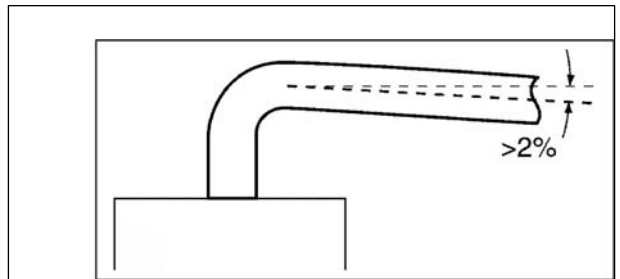

Fig. 1
- c. svitare le viti e rimuovere il piastrino A (vedi fig. 1).
⚠ Al fine di garantire la funzionalità e l'efficienza dell'apparecchio si deve prevedere per i canali d'aspirazione e scarico, per i tratti orizzontali, una pendenza minima del 2% verso il basso dall'apparecchio verso l'esterno (fig. 1).